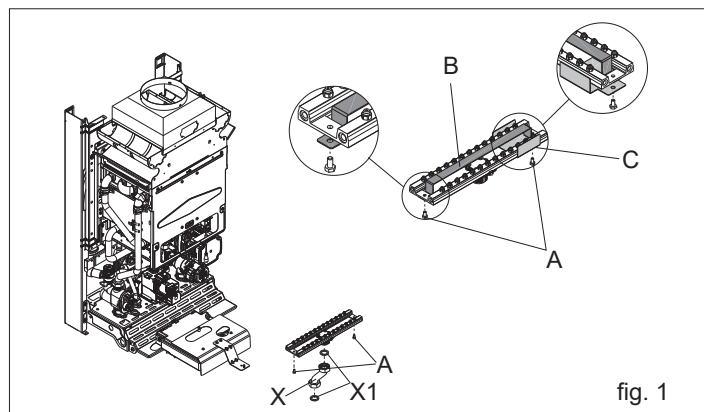
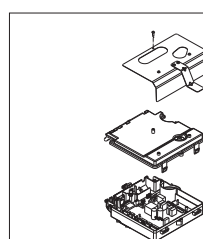

fig. 1
fig. 2
- ter acesso à placa depois de retirar a tampa do terminal (fig. 2).
Para a desmontagem consultar as instruções indicadas a seguir: (fig. 1, fig. 2):